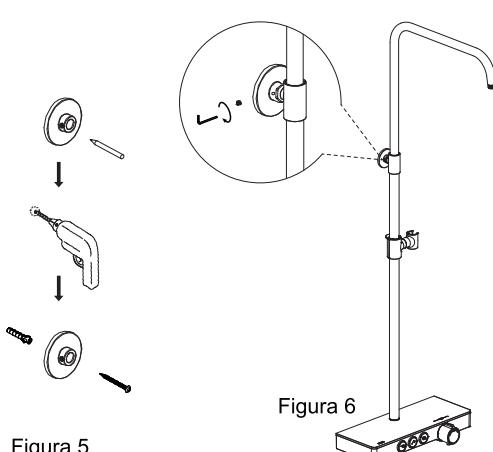

Figura 5
- c) Instale el soporte de pared en la posición marcada (Figura 5). Cubra la barra de ducha termostática para evitar el polvo.
- c) Installare il supporto a parete nella posizione contrassegnata (Figura 5). Coprire la barra termostatica della doccia per evitare la polvere.